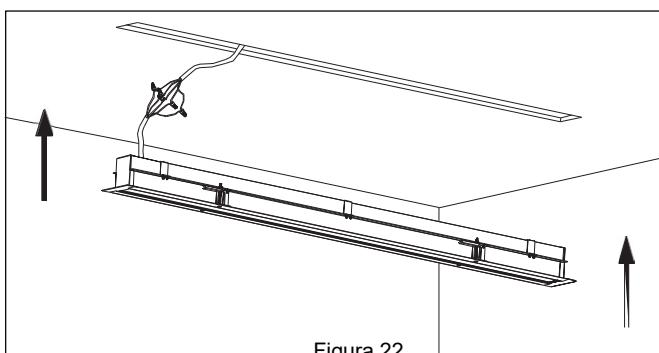

Figura 22
5. Haz las conexiones del cableado según el **Diagrama de Cableado**. *Ver Figura 22.*